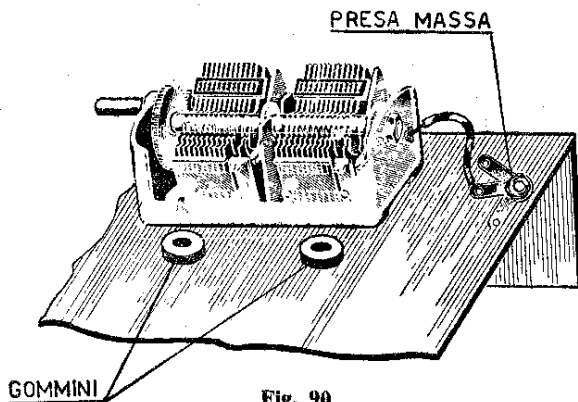

Fig. 90
**237** La carcassa metallica del condensatore variabile non risulta collegata a massa. Tale inconveniente si lamenta frequentemente in montaggi che prevedono il variabile sistemato su rondelle in gomma per renderlo oscillante. Quale rimedio si saldi un conduttore fra la carcassa metallica del condensatore variabile e la massa (fig. 90).
**243** La carcassa metallica del condensatore variabile non risulta collegata a massa. Tale inconveniente si lamenta di frequente in montaggi che prevedono il variabile sistemato su rondelle in gomma, al fine di renderlo oscillante. Quale rimedio si saldi un conduttore fra la carcassa metallica del condensatore variabile e la massa (fig. 90).